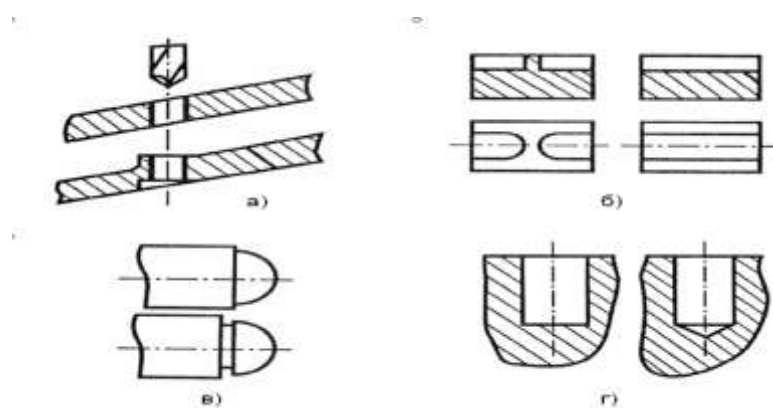

Рисунок 3.1
1. Дать качественную оценку технологичности вариантов конструктивного оформления элементов деталей (рисунок 3.1).